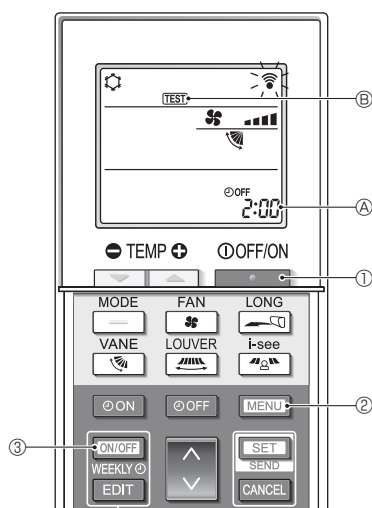

Fig. 7-5
■ Teste de funcionamento (Fig. 7-5)
- Prima o botão ① para parar o aparelho de ar condicionado.
- Se o temporizador semanal estiver activo (**WEEKLY** aceso), prima o botão ③ para o desactivar (**WEEKLY** apagado).
- Prima o botão ② durante 5 segundos.
- Prima o botão ②.